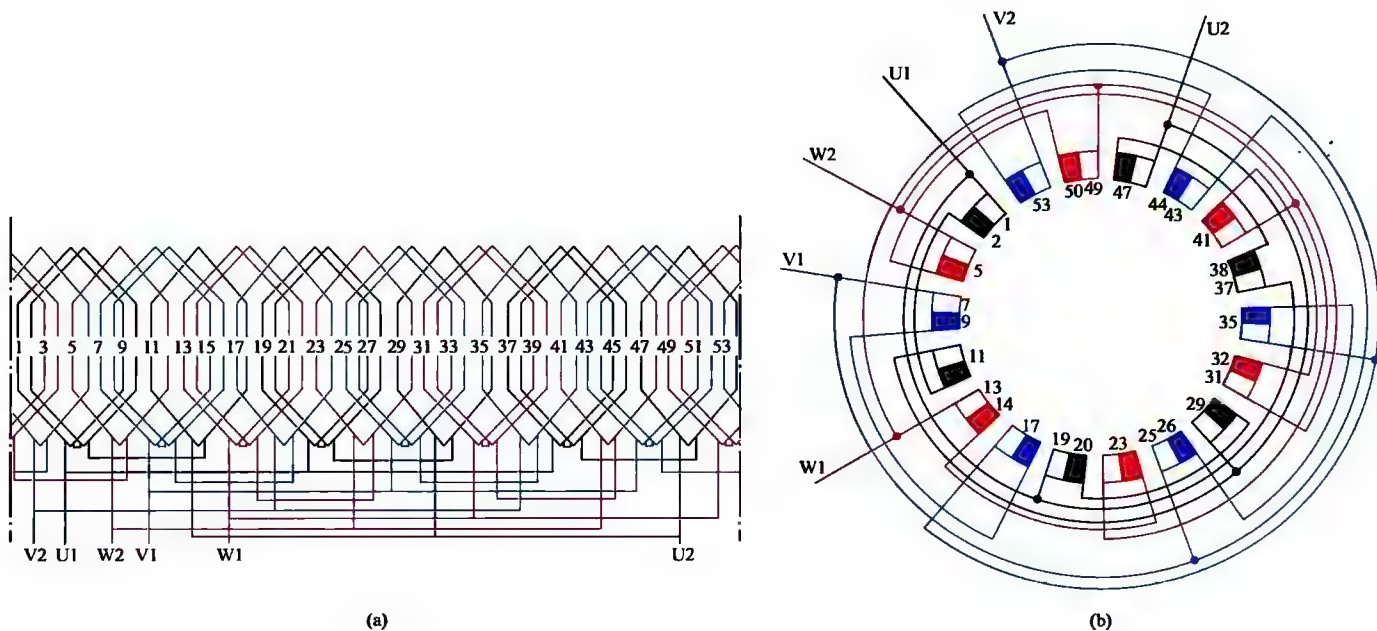

图 1-65 三相 6 极 54 槽单层交叉式绕组 3 路接法
65. 三相 6 极 54 槽单层交叉式绕组 3 路接法展开图与接线圆图 (见图 1-65)